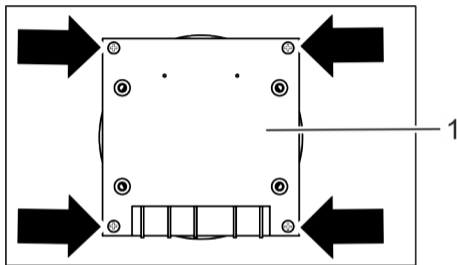

Fig. 7: Montaggio dell'attuatore (ricevitore)
1. Inserire l'attuatore (ricevitore) (Fig. 7/1) nella piastra di montaggio sullo scaldacqua.
2. Serrare le 4 viti dell'attuatore (ricevitore) (Fig. 7).